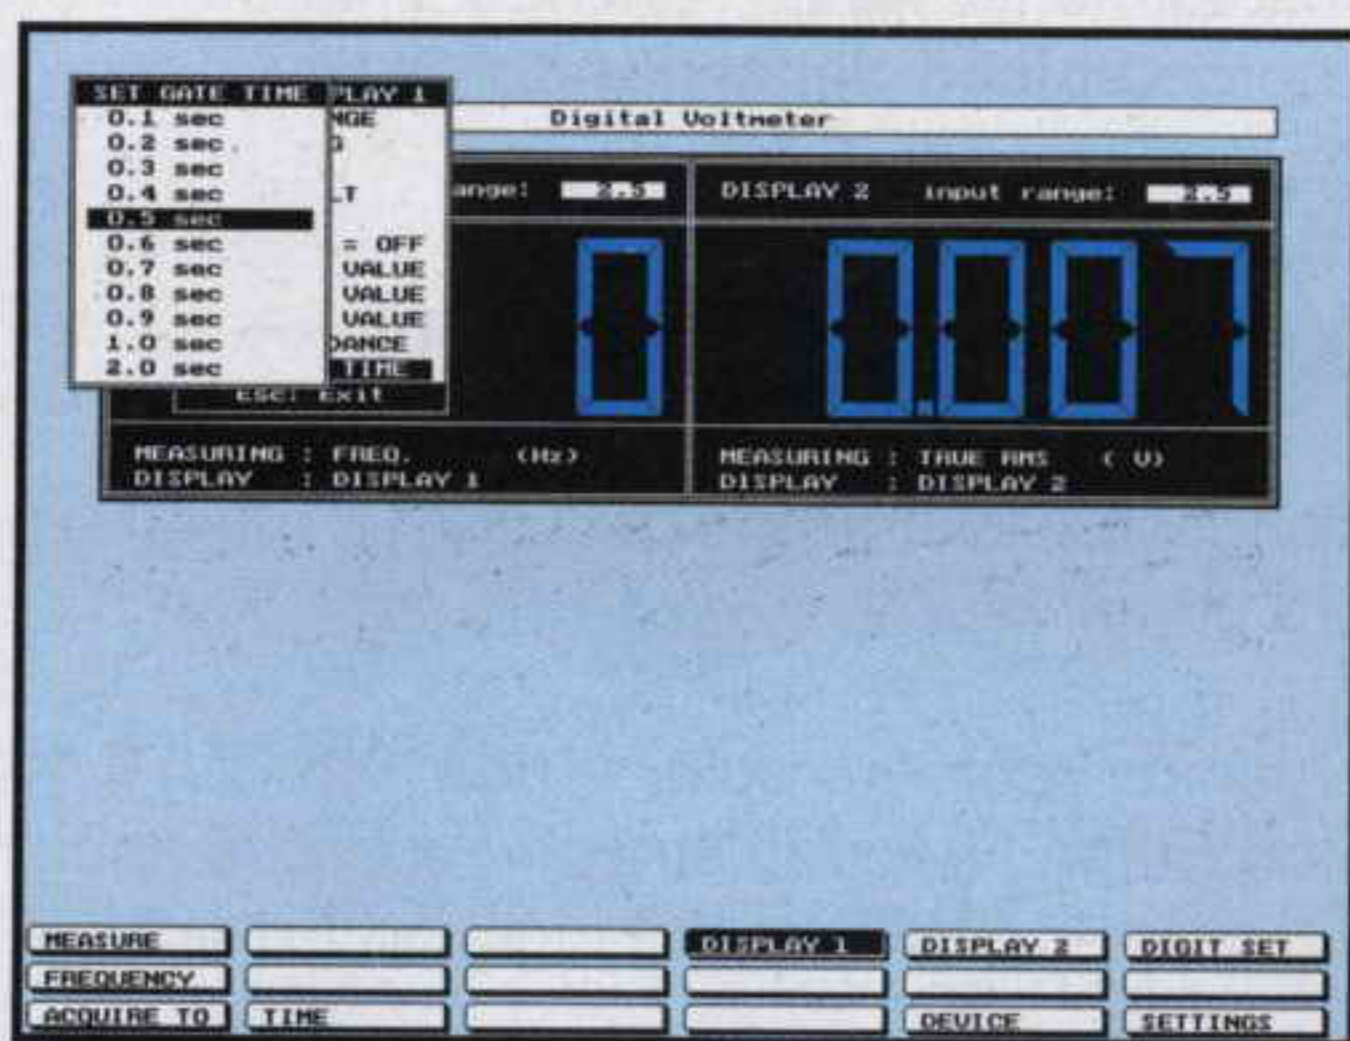

Fig.29 Quando predisponete l'interfaccia sulla funzione frequenzimetro dovete andare su **Set Gate Time** e scegliere un valore di **0.5 - 0.6 - 0.7** secondi.
– Portiamo il cursore sulla scritta **FREQ.** e, dopo aver pigiate Enter, andiamo con il cursore sulla scritta **SET GATE TIME** e pigiamo Enter. Apparirà così una seconda finestra con tempi da **0,1 sec** fino a **2 sec** (vedi fig.29). Inizialmente portiamo il cursore sui **0,5 sec** e pigiamo Enter.